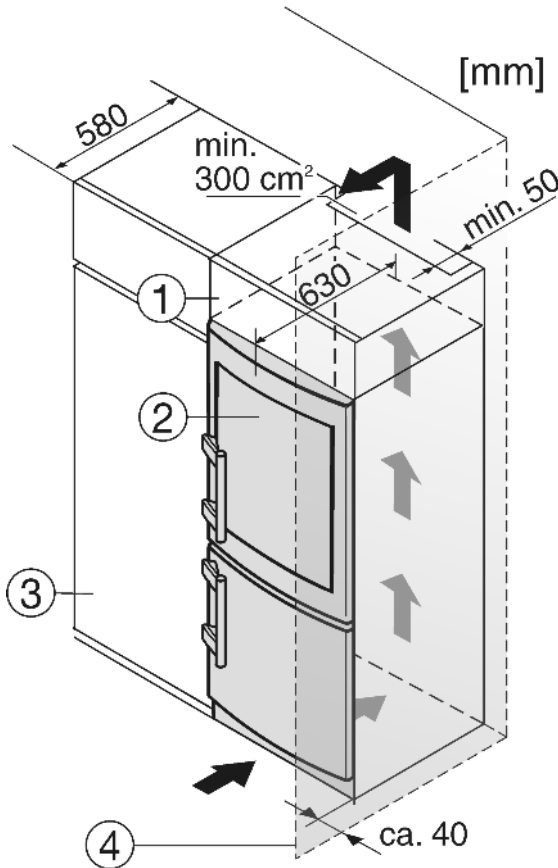

Fig. 21
- (1) Aufsatzschrank
- (2) Gerät
- (3) Küchenschrank
- (4) Wand
Das Gerät kann mit der Kücheneinrichtung umbaut werden. Um das Gerät Fig. 21 (2) der Küchenzeilenhöhe anzugleichen, kann über dem Gerät ein entsprechender Aufsatzschrank Fig. 21 (1) angebracht werden.
Beim Umbau mit Küchenschränken (Tiefe max. 580 mm) kann das Gerät direkt neben dem Küchenschrank Fig. 21 (3) aufgestellt werden. Die Gerätetür steht seitlich 34 mm und in der Gerätemitte 50 mm gegenüber der Küchenschrankfront vor. Sie lässt sich dadurch einwandfrei öffnen und schließen.
Wenn das Gerät mit den Scharnieren neben einer Wand Fig. 21 (4) aufgestellt wird, muss der Abstand zwischen Gerät und Wand mindestens 40 mm betragen. Dies entspricht dem Griffüberstand bei geöffneter Tür.